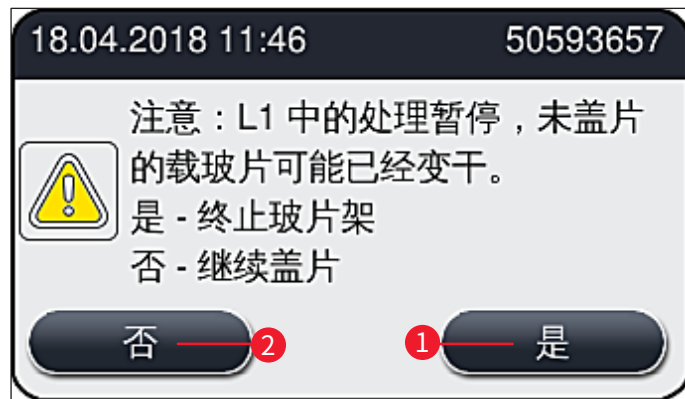

图 113
9. 仪器软件执行填充位扫描。用户将在检查结束后收到一条信息消息 (→ 图 113)。